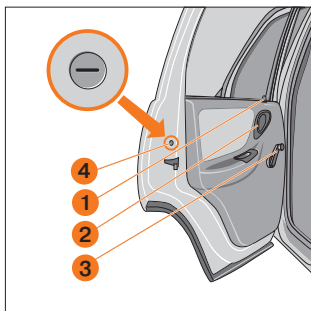

Рис. 9. Задняя дверь
**Задние двери** блокируются изнутри салона нажатием на кнопку **1** блокировки замка, как при открытой, так и при закрытой двери (рис. 9).
Для опускания и подъёма стекла задних дверей используются механические стеклоподъёмники, которые приводятся в действие рукояткой **3** (рис. 9). Стекло задней двери опускается не полностью.
**В альтернативном исполнении** для подъёма и опускания стёкол передних дверей используются механические стеклоподъёмники, аналогичные задним (рукоятка **3** на рис. 9).
Если на заднем сиденье находятся дети, рекомендуется ключом зажигания повернуть шлиц защёлки **4** на 90° (рис. 9). Причём в левой двери защёлку необходимо поворачивать по часовой стрелке, а в правой — против часовой стрелки. В этом случае, при поднятой кнопке **1** блокировки, дверь открывается только снаружи, а рукоятка **2** имеет свободный ход.